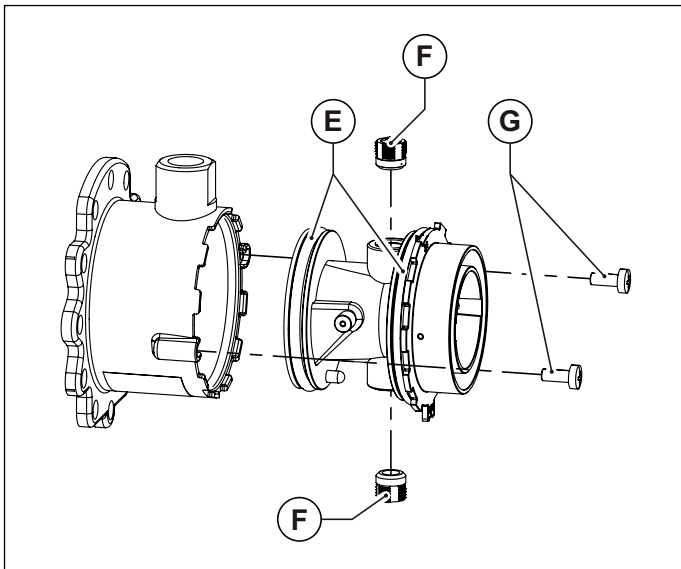
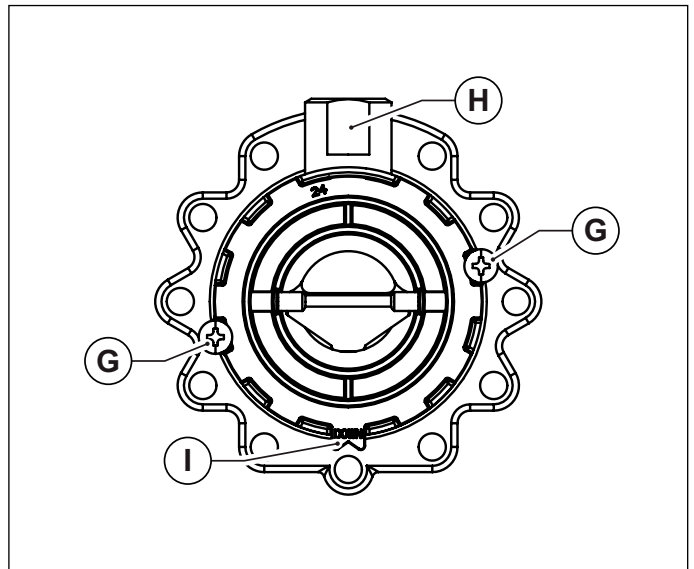

Рис. 28 Пластмасовий корпус змішувача
Рис. 29 Розташування для монтажу
- Відкрутіть два гвинта та вийміть пластиковий корпус змішувального вузла (дивись Рис. 28 Пластмасовий корпус змішувача).
- Використовуючи шостигранний ключ, викрутіть дві форсунки діаметром 6 мм (дивись Рис. 28 Пластмасовий корпус змішувача).
- Вставити пластмасовий корпус (трубку Вентурі) в вузол підмісу та зафіксувати його гвинтами, слідкуючи за тим щоб не пошкодити ущільнення які розташовані по краях пластмасового корпусу (див. Рис. 28 Пластмасовий корпус змішувача) правильно обрати монтажне положення (див. Рис. 29 Розташування для мотажу).
- Закріпіть вузол підмісу на вентиляторі за допомогою болтів з циліндричною головкою під шостикутник, не забуваючи встановити між ними кілцеве ущільнення (див. Рис. 28 Пластмасовий корпус змішувача).